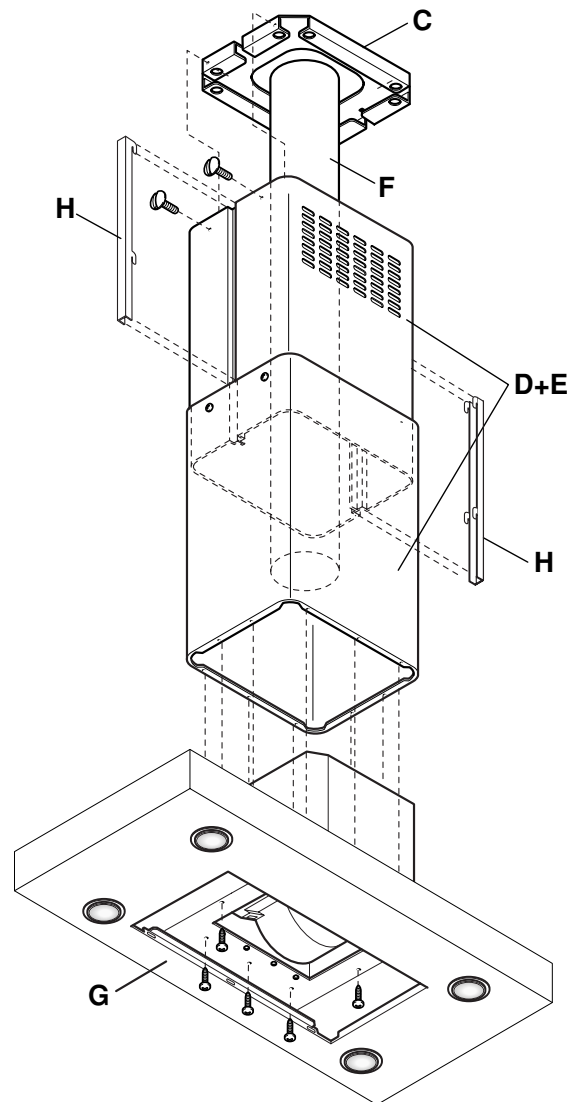

Fig. 3
- Fije la campana extractora sobre el conjunto sección final-chimenea (D+E) previamente montado en el soporte (C), fijándola con 4 tornillos (G) (Fig.3).
- Die optimale Höhe des biegsamen bzw. starren Rauchabzugsrohrs (F) ausfindig machen. Das Rohr am Anschluß der Abzugsöffnung an der Decke befestigen (Ausführung mit Abluftbetrieb).
- Die ganze, zuvor zusammengebaute Einheit Verlängerung/Kamin (D+E) am Haubenträger (C) befestigen. Dazu 4 metrische Schrauben benutzen, die in die vorhandenen Bohrungen gesteckt werden (Abb.3).
- Die Haube mit 4 Schraube (G) an der bereits am Träger (C) montierten Einheit Verlängerung/Kamin (D+E) (Abb.3) befestigen.